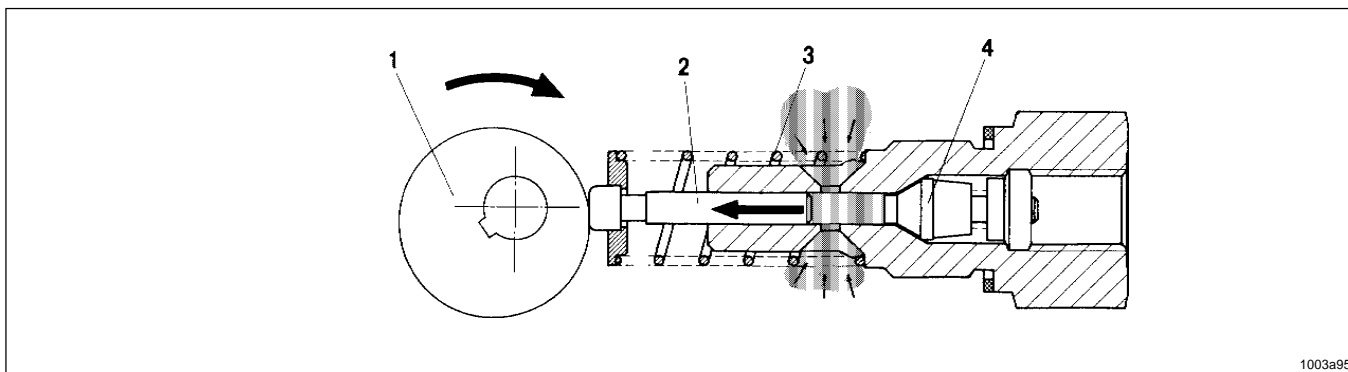

Fig. 6 - Pumpeelementet suger inn smøremiddelet
#### Se fig. 6 og 7 nedenfor
- Stempelet 2, suger inn smøremiddelet fra beholderen. Ref. Fig. 6.